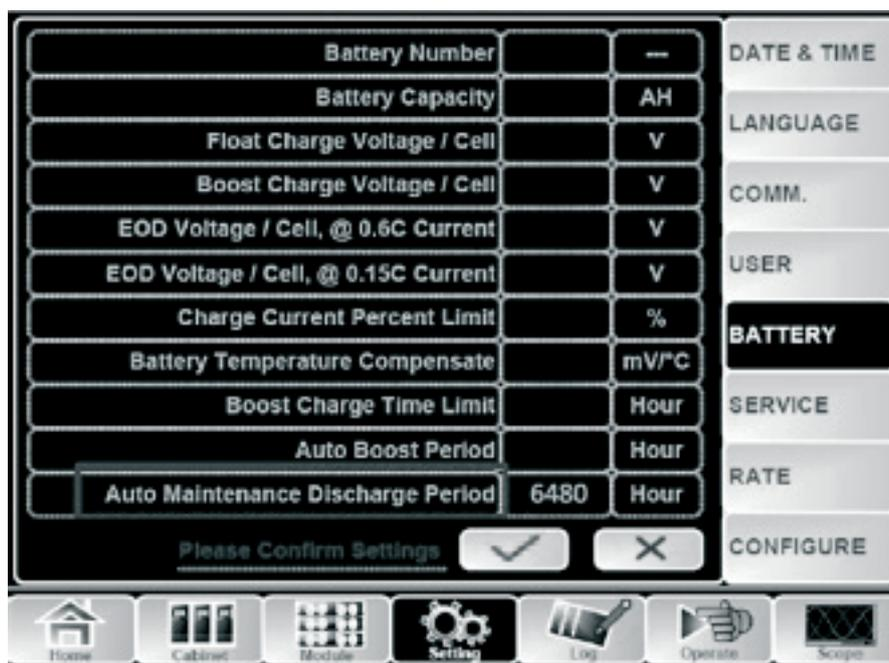

Рисунок 4-4. Настройка периода автоматического тестирования батарей
- Установка периода для автоматического теста АКБ. Зайдите на страницу «BATTERY» в меню «Setting» (см. Рис. 4-4), задайте период времени в поле «Auto Maintenance Discharge Period» и подтвердите.